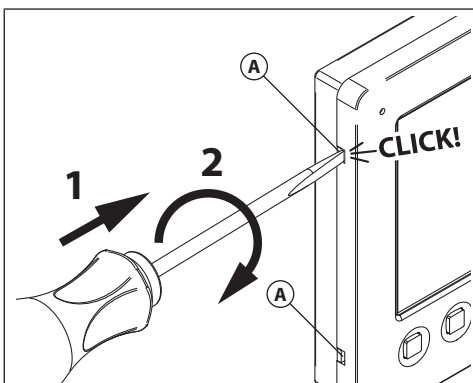

Fig. 1
1. Per installare il videocitofono è necessario aprirlo separando la base dal coperchio che ospita tutta l'elettronica dello stesso: inserire la punta di un giravite piatto da 5.5mm nella clip (A) dopodiché ruotare in senso orario fino a che non si udirà un "CLICK!". Ripetere la stessa operazione con l'altra clip come mostrato in Fig. 1.